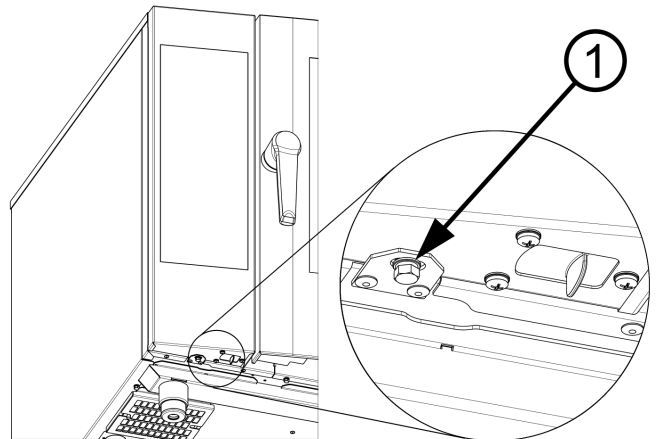

Figure 11 : Ouverture du panneau de commande
Ouvrez le panneau de commande en dévissant le boulon M4 avec la rondelle (1) par le dessous du panneau de commande (voir fig. 11) et retirez le panneau en le glissant vers le haut. Sortez-le vers vous et retournez-le vers la gauche.